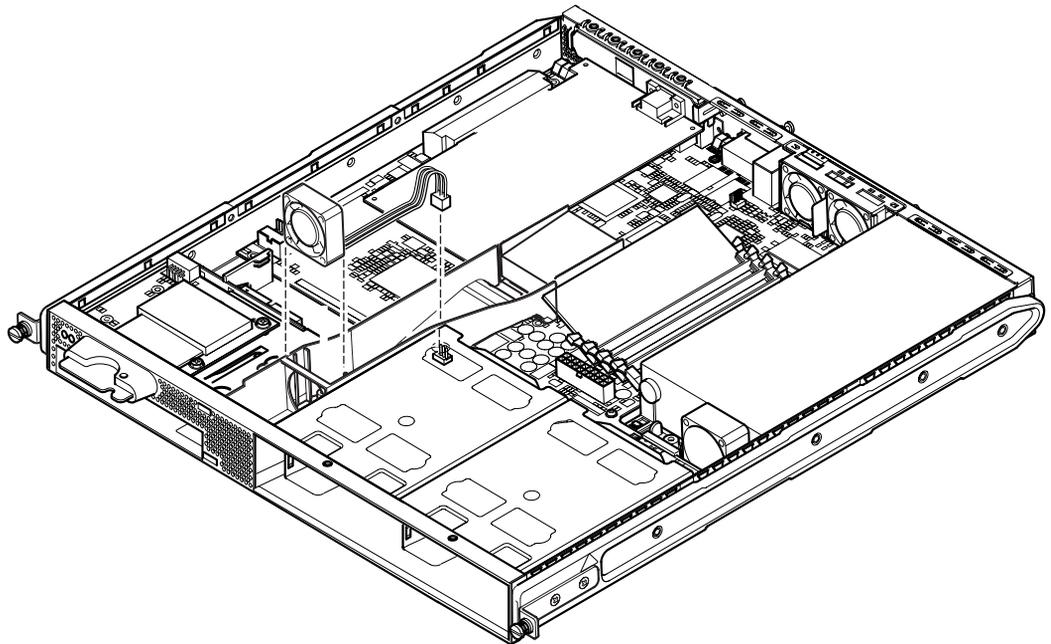

FIGURE 11-11 Déconnexion du câble d'alimentation du ventilateur 3 et dégagement du ventilateur
2. Une fois que le serveur est ouvert et posé sur un coussin ESD relié à la terre, et que vous portez au poignet un bracelet antistatique correctement relié à la terre, débranchez le câble d'alimentation du ventilateur 3 (voir la FIGURE 11-11).